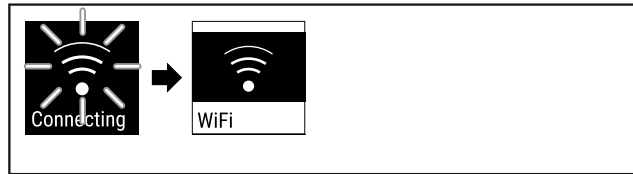

Fig. 75
- ▶ З'єднання створюється (див. Fig. 75).